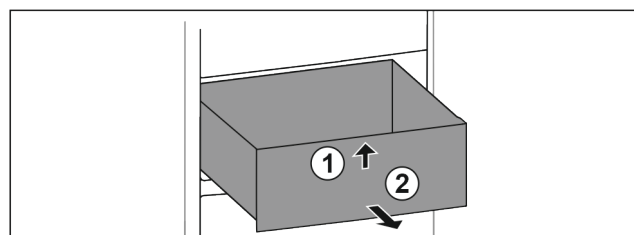

Fig. 82
- Sollevare il cassetto dal davanti. Fig. 82 (1)
- Rimuovere il cassetto tirandolo in avanti. Fig. 82 (2)